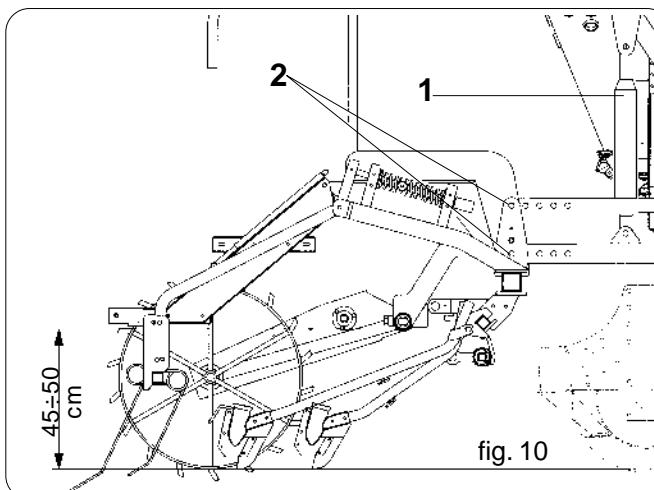

fig. 10
- 2) Regolare i punti (1) e (2) fig.10 della seminatrice in modo che la barra supporto elementi di semina si trovi ad una altezza dal suolo di circa 45÷50cm.
- 2) *Adjust points (1) and (2) fig. 10 of the seeder so that the seed element support bar is located at a height of approx. 45-50 cm from the ground.*
- 2) Die Punkte (1) und (2) Abb. 10 der Sämaschine derart einstellen, daß die Haltestange der Säelelemente einen Bodenabstand von ca. 45-50 cm aufweist.
- 2) *Régler les points (1) et (2) fig. 10 du semoir afin que la barre support éléments d'ensemencement se trouve à une hauteur du sol de 45 ÷ 50 cm.*
- 2) Graduar los puntos (1) y (2) fig. 10 de la sembradora en forma tal que la barra de soporte elementos de siembra se encuentre a una altura del suelo de aprox. 45÷50 cm.